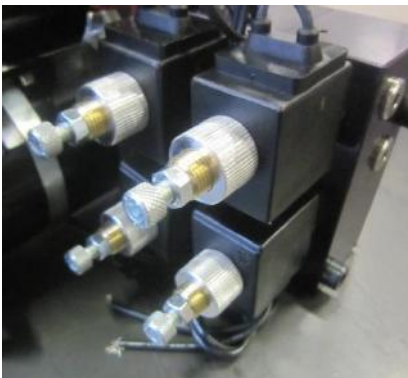

Abbildung 3
8. Wenn Sie alle Stützen manuell eingefahren sind, drehen Sie erneut den „Knopf“ im Uhrzeigersinn (Pfeil 1. in Abbildung 3) damit dieser wieder in seine ursprüngliche Position (nach oben) kommt.